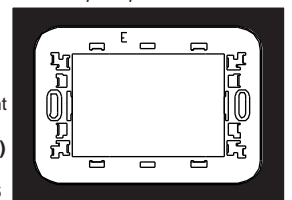

Fig.6
** Prima di montare la placca **BTICINO** Livinglight Air, interporre tra la **Cornice portaplacca "E"** e la placca Livinglight Air, l'adattatore (Cod.2.600.2876) ordinabile su richiesta (Fig. 6).